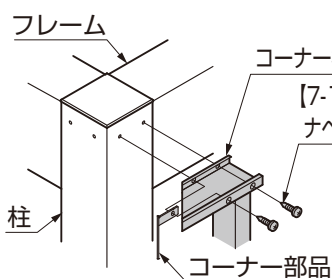

図5-38
- ③出隅の右側から先にコーナー格子を施工補助部材の上に置き、コーナー部品と合わせて柱と格子柵（上側）を【7-1】で固定してください。（図5-38参照）